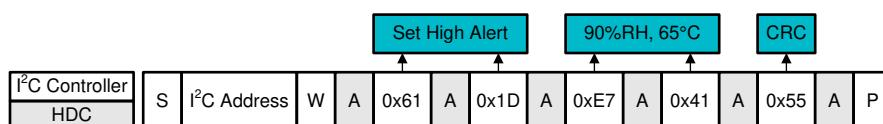

图 7-18. I2C 命令序列：Set High Alert 为 90% RH、 $65^{\circ}\text{C}$  的示例编程
- a. 图 7-18 说明了发送到 HDC302x-Q1 的适当命令。